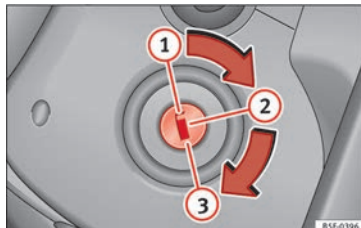

Fig. 163 Positions de la clé de contact.
» fig. 163.
- Retirez la clé de contact d'allumage sur la position ① » fig. 163 » .